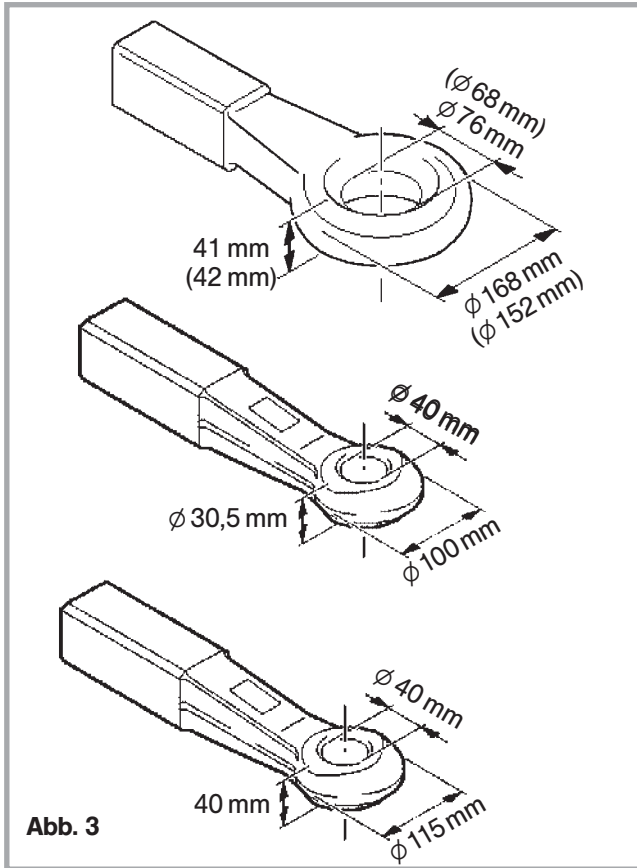

Abb. 3
- Ringzugösen nach BNA-Norm NF R 41-102 (Klammer-Werte Abb. 3)